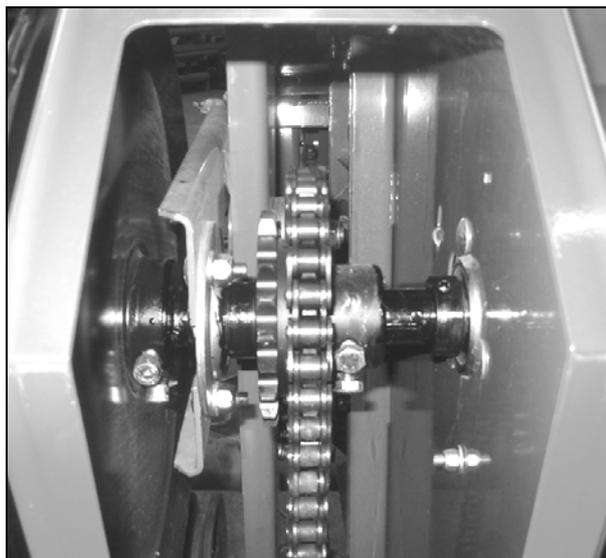

Рисунок 51
- На (Рис. 51) изображена звездочка для жатки с принудительной подачей и цепью 3/4".